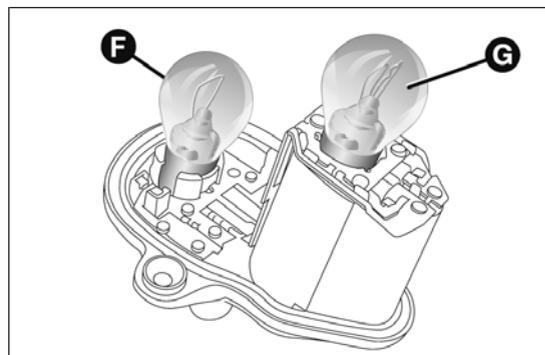

fig. 182
- remplacer ensuite l'ampoule concernée : F = indicateurs de direction ; G = feux de position/stop fig. 182.